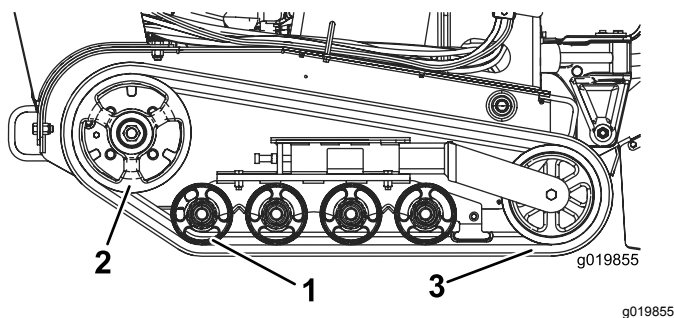

図 46
**重要** 走行ホイールと駆動ホイールも完全に洗浄してください **図 46**。洗浄されているロードホイールは自由に回転します。
8. 駆動ホイールからスタートして、新しいクローラをホイールに巻きつけるようにして取り付けるクローラについている爪がホイールの溝にはまるように取り付けること 図 46。
9. 後ロードホイールと中央ロードホイールの下と間にクローラを押し込むようにして取り付ける 図 46。